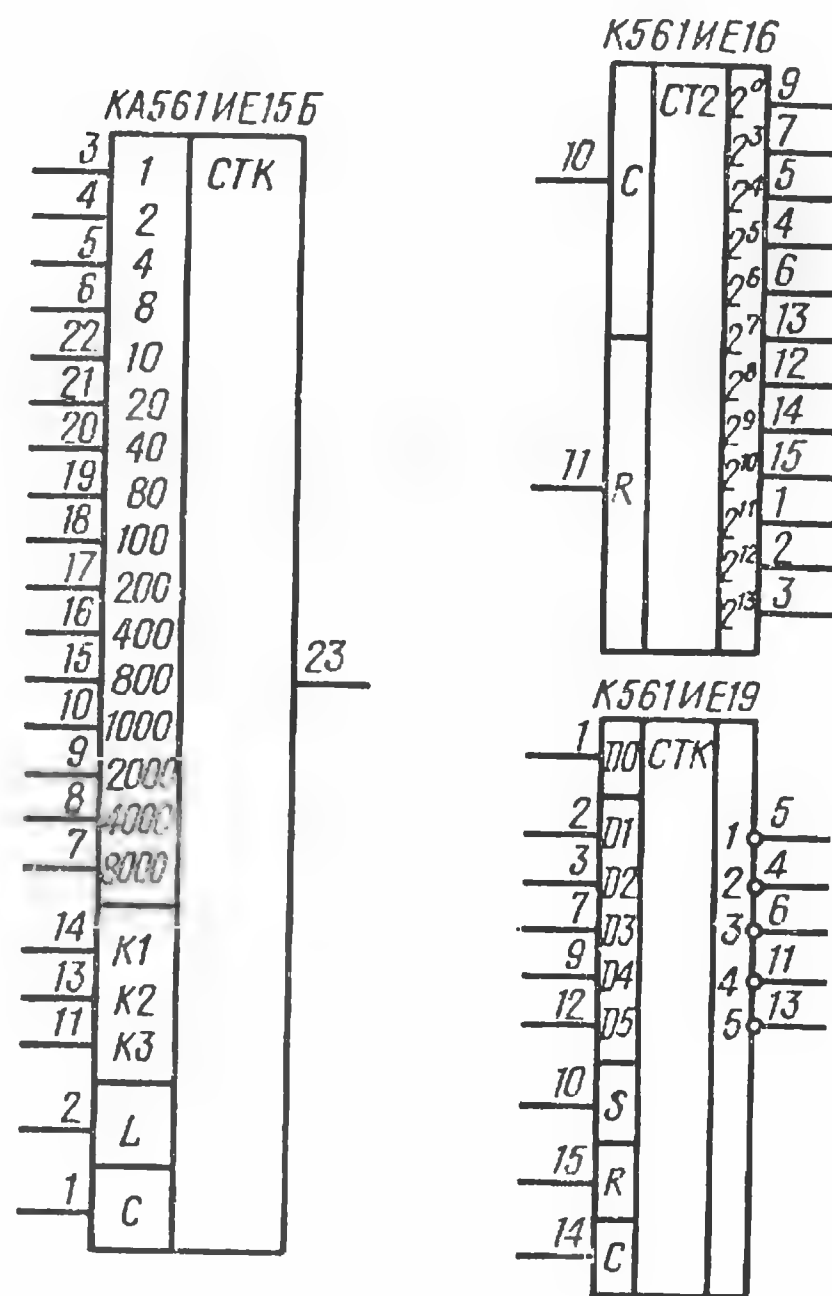

Рис. 26
**М**икросхема КА561ИЕ15Б (рис. 26) — делитель частоты с изменяемым коэффициентом деления. Она имеет входы для управления (K1, K2, K3, L) и подачи тактовых импульсов (C), а также шестнадцать входов для установки коэффициента деления, на которые подают сигналы двоично-десятичного кода. Диапазон изменения коэффициента — от 3 до 21 327.
Микросхема К561ИЕ16 (см. рис. 26) — четырнадцатиразрядный двоичный счетчик с последовательным переносом и коэффициентом деления  $K = 2^{14} = 16\,384$ . У него лишь два входа: R (для установки нулевого состояния) и C (для подачи тактовых импульсов). При уровне 1 на входе R счетчик устанавливается в нулевое состояние, а при
Микросхема К561ИЕ19 (рис. 26) — пятиразрядный счетчик типа сдвигающего регистра с возможностью параллельной записи информации и изменения коэффициента пересчета. Он имеет пять информационных входов (D1—D5) для параллельной и один (D0) для последовательной записи, входы разрешения параллельной записи (S), установки в нулевое состояние (R) и вход для подачи тактовых импульсов (C).